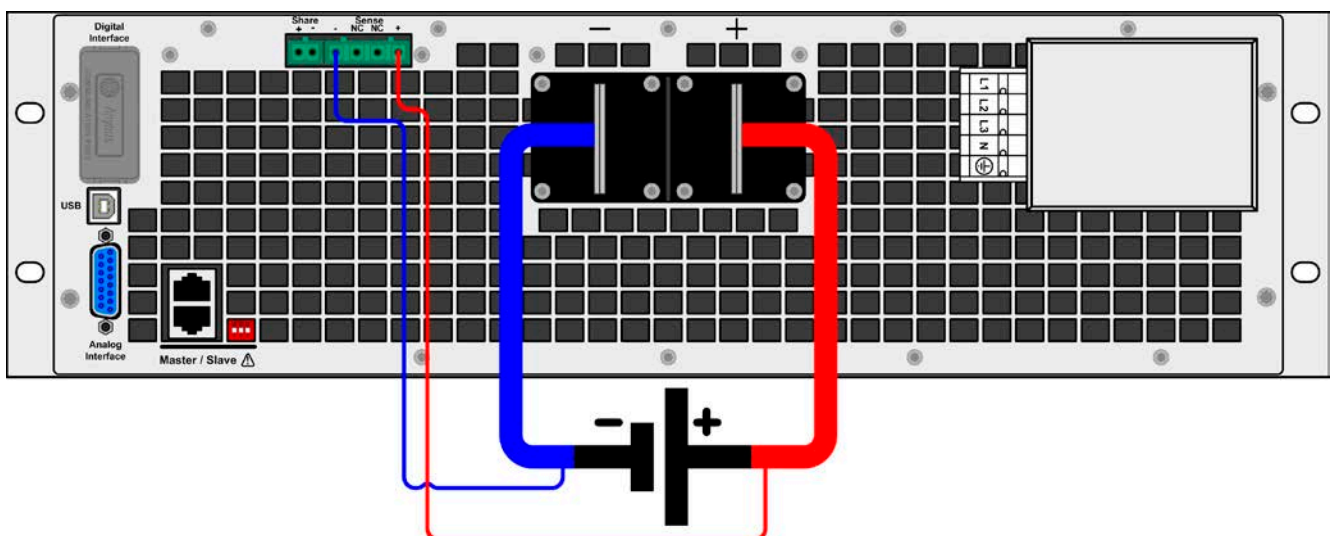

图 8 - 远程感测接线举例
- 感测线跟源极之间要+与+，-与-相连，否则会损坏两个系统。见图8。